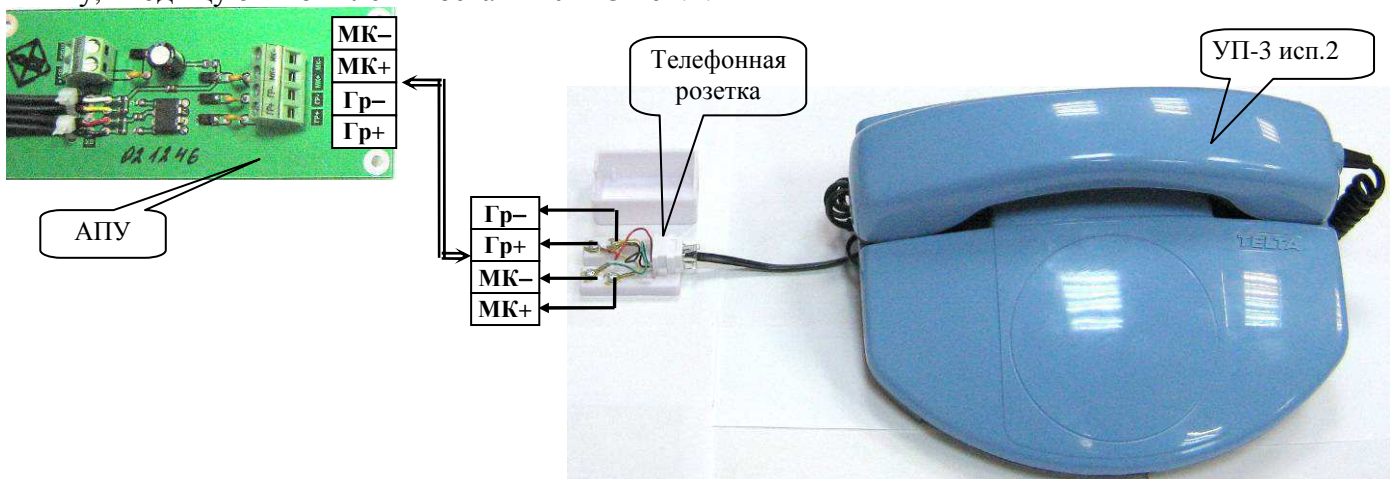

Рисунок 11.8 Подключение УП-3 исп.2
**11.8.3** УП-3 исп.2 предназначено только для работы на пульте управления как телефонная трубка оператора и устанавливается на столе (рис.11.8).
Снимите крышку с корпуса телефонной розетки и присоедините кабель (типа «витая пара» КВП-5е-2х2х0,52) как указано на рис.11.8.